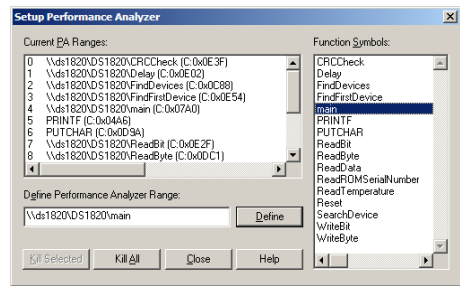

图 22-2 “Setup Performance Analyzer”对话框
- (3) 在性能分析器窗口，右键单击选择“Setup PA”命令，打开“Setup Performance Analyzer”对话框，如图 22-2 所示。